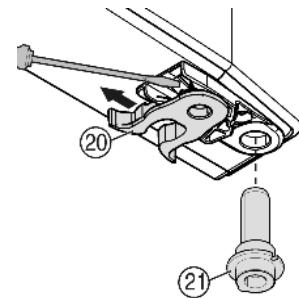

Fig. 10
- переставить пружинный зажим Fig. 10 (20): Нажмите вниз язычок защелки, снимите с него пружинный зажим.
- Извлеките опорный палец Fig. 10 (21) из втулки двери и вставьте вместе с шайбами на противоположную сторону. Язычок защелки должен быть направлен к внутренней стороне двери, паз — к внешней стороне.
- Поверните нижнюю часть двери и вставьте опорный палец Fig. 10 (21) в опорный кронштейн. При необходимости покрутите опорный палец, чтобы он смог заскочить.